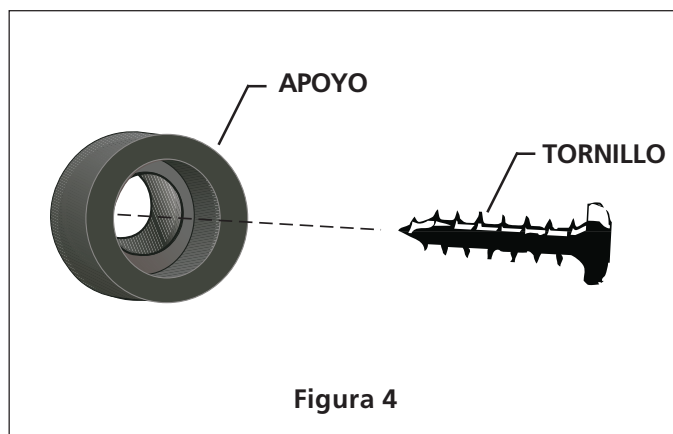
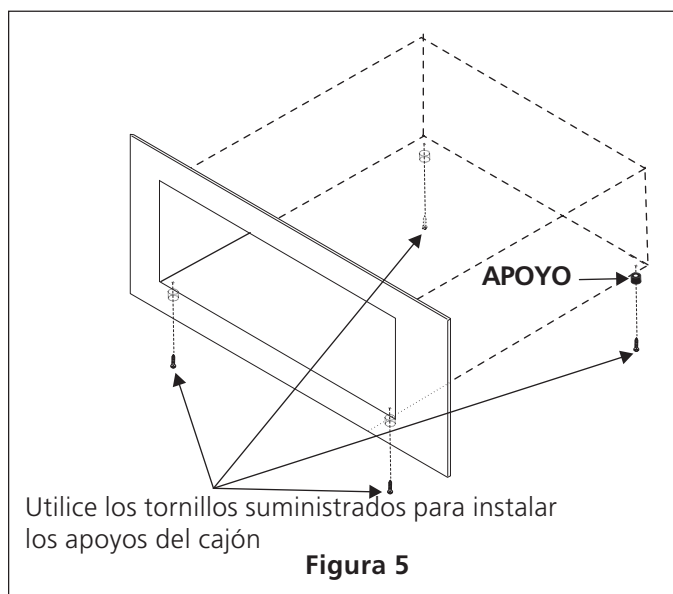

Figura 4
Figura 5
2. Instale los 2 apoyos (Figura 4) suministrado con el cajón como mostrado en la figura 5 usando los 4 tornillos (10-24 X 5/8") suministrados. Instale dos apoyos en cada lado del cajón.